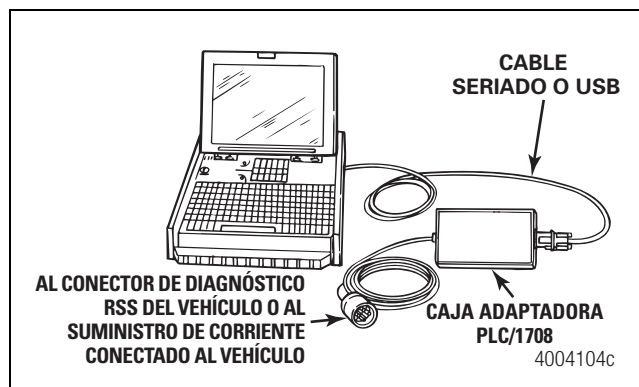

Figura 47
- Fije un extremo del conector de diagnóstico del vehículo a la caja adaptadora. Fije el otro extremo al conector de diagnóstico en el semirremolque. Figura 47.